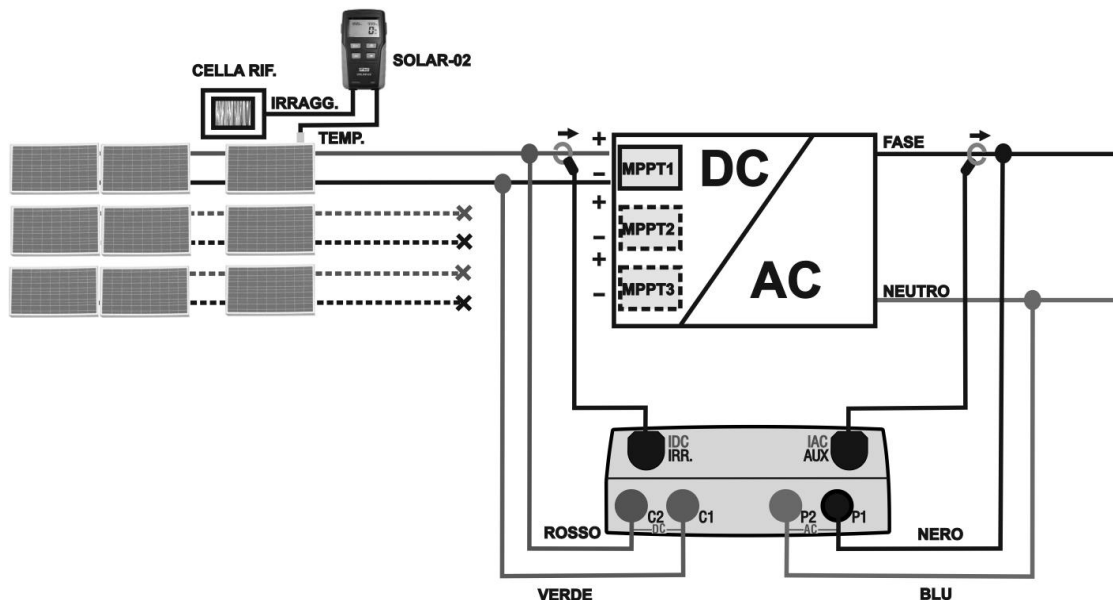

Fig. 4: Ligação do instrumento para o teste em instalações FV Monofásicas
5. No caso de inversers equipados com mais do que um rastreador de energia (MPPT) **deixar ligada apenas a bateria de painéis (stringa) correspondente ao primeiro MPPT** como se mostra na Fig. 4. Será depois necessário repetir as operações a seguir indicadas deixando ligada apenas a bateria de painéis ligada ao segundo MPPT, ao terceiro, etc.
8. Ligar as entradas **C2** e **C1** respetivamente aos pólos positivo e negativo da saída da bateria de painéis (stringa). Ligar as entradas **P1**, **P2** aos condutores de Fase e Neutro respeitando as cores indicadas na Fig. 4
10. Ligar a pinça de corrente CC ao condutor positivo na saída da bateria de painéis (stringa) **respeitando o sentido da seta** existente na referida pinça conforme o indicado na Fig. 4. Colocar a pinça o mais afastado possível do inverter e evitar que o toróide esteja nas proximidades do condutor negativo.
11. Ligar a pinça CA ao condutor de Fase L1 **respeitando o sentido da seta** existente na referida pinça conforme o indicado na Fig. 4. Colocar a pinça o mais afastado possível do inverter e evitar que o toróide esteja nas proximidades do condutor Neutro. Ligar a saída da pinça à entrada **ICA** do instrumento.